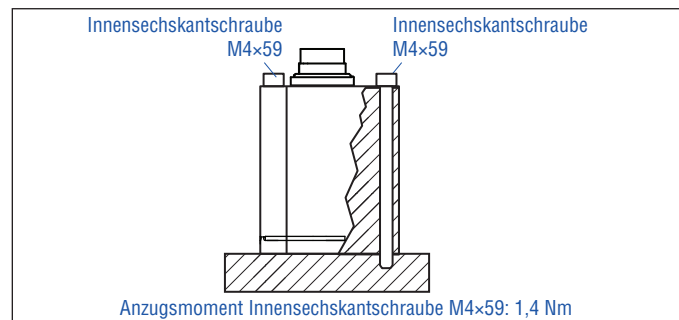

Abb. 21: Befestigung mittels Innensechskantschrauben M4x59
- Montieren Sie das Sensorelektronikgehäuse über die 3 Innensechskantschrauben M4x59 aus unmagnetischem Material. Anzugsmoment: 1,4 Nm (Abb. 21). Sichern Sie die Schrauben vor dem Wiedereinbau, z.B. mit Loctite 243.
- Montieren Sie das Sensorelektronikgehäuse über 3 Innensechskantschrauben M4x59 aus unmagnetischem Material. Anzugsmoment: 1,4 Nm (Abb. 21). Sichern Sie die Schrauben vor dem Wiedereinbau, z.B. mit Loctite 243.